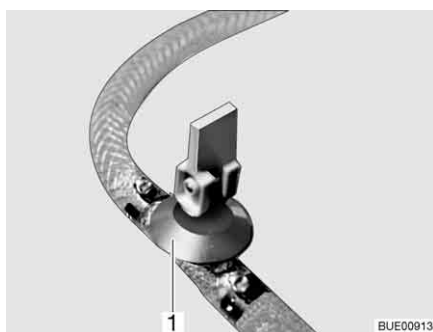
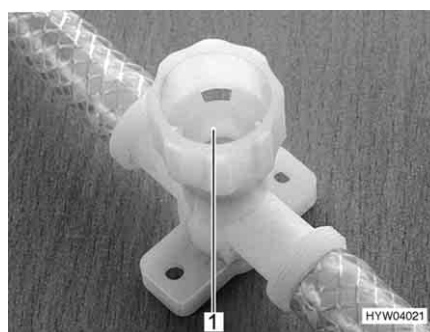

Fig. 192 Llave de desagüe (con balancín)
Fig. 193 Llave de desagüe (con tapa giratoria)
- Cerrar todas las llaves de desagüe. Para esto, poner el balancín de la llave de desagüe (Fig. 192,1) o cerrar la tapa de la llave de desagüe (Fig. 193,1) girándola en el sentido de las agujas del reloj.